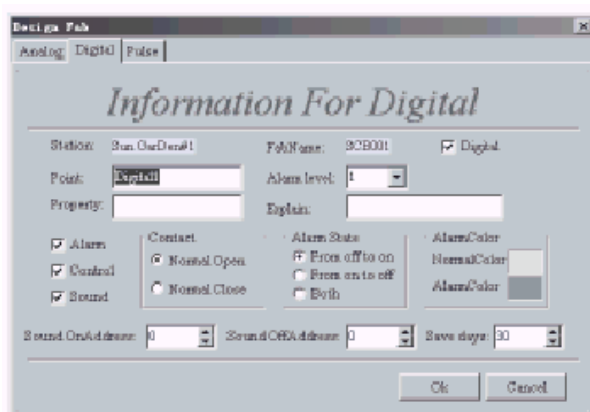

Fig. 4-13 Definición del Puerto I2 del FAB SGB001
Paso 3: Defina el **puerto I2** del FAB **SGB001** utilizando el mismo método, como en la Fig. 4-13.